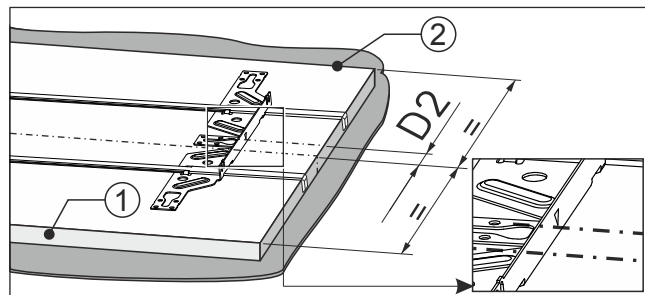

Fig. 93
- Markierung der Befestigungstraverse liegt auf der Markierung Fig. 93 (D2).